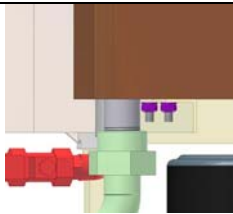

图 4.2-4
3. 从热交换器的下面（图 4.2-4 中紫色部分）拆下 2 个 M8 螺丝帽。